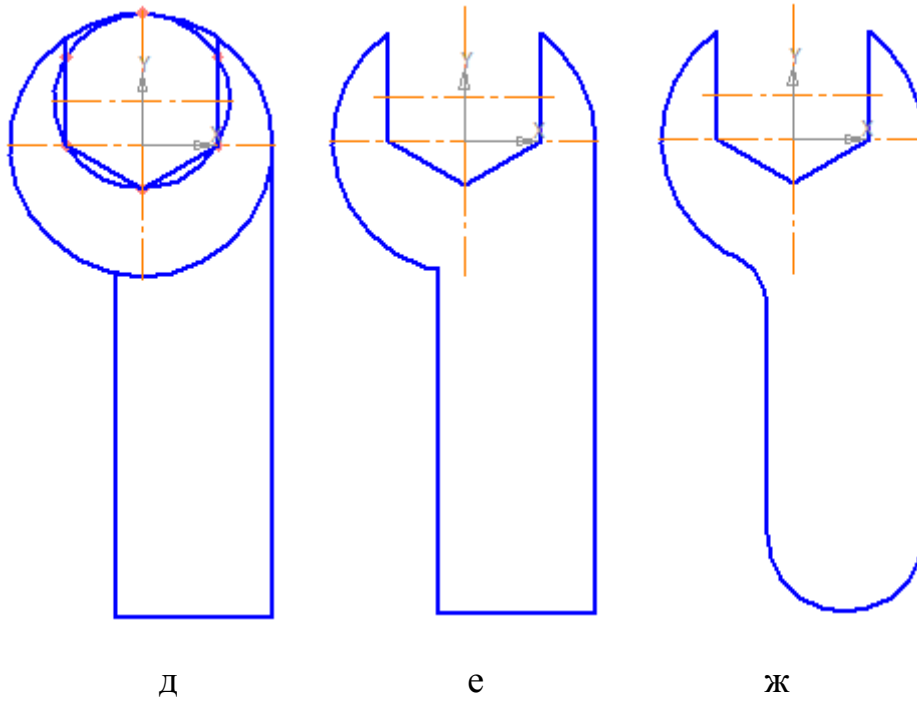

Рис. 13. Построение чертежа плоской детали с элементами сопряжения
- выполните сопряжение прямых углов радиусом 18 мм (рис. 13, ж).